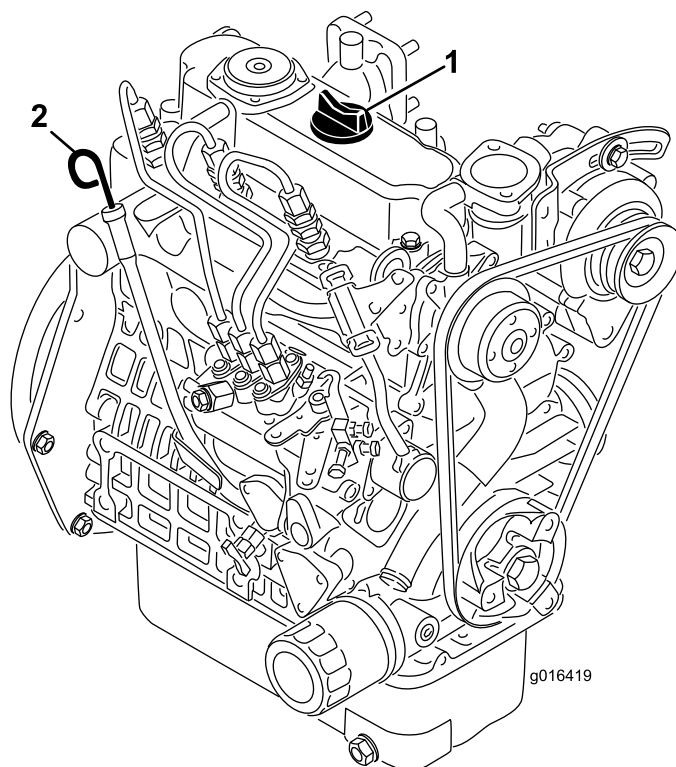

Figura 22
2. Retire la varilla y límpiela con un paño limpio (Figura 22). Introduzca la varilla en el tubo asegurándose de que entre a fondo. Retire la varilla del tubo y verifique el nivel de aceite. Si el nivel de aceite es bajo, retire el tapón de llenado de la cubierta de la válvula y añada